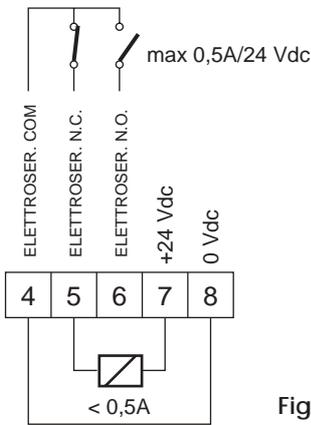

Fig. 15
- 5. Elettroserratura - Contatto N.C. (portata max 0,5 A/24 V) (fig. 15). L'uscita è idonea a comandare un sistema di chiusura magnetico. In mancanza di tensione l'elettroserratura non è attiva. Nella funzione NOTTE l'elettroserratura è alimentata e quindi attiva. Nel caso di comando d'apertura (comando interno o AP. D'EMERGENZA) l'elettroserratura viene temporaneamente disalimentata per permettere l'apertura della porta.